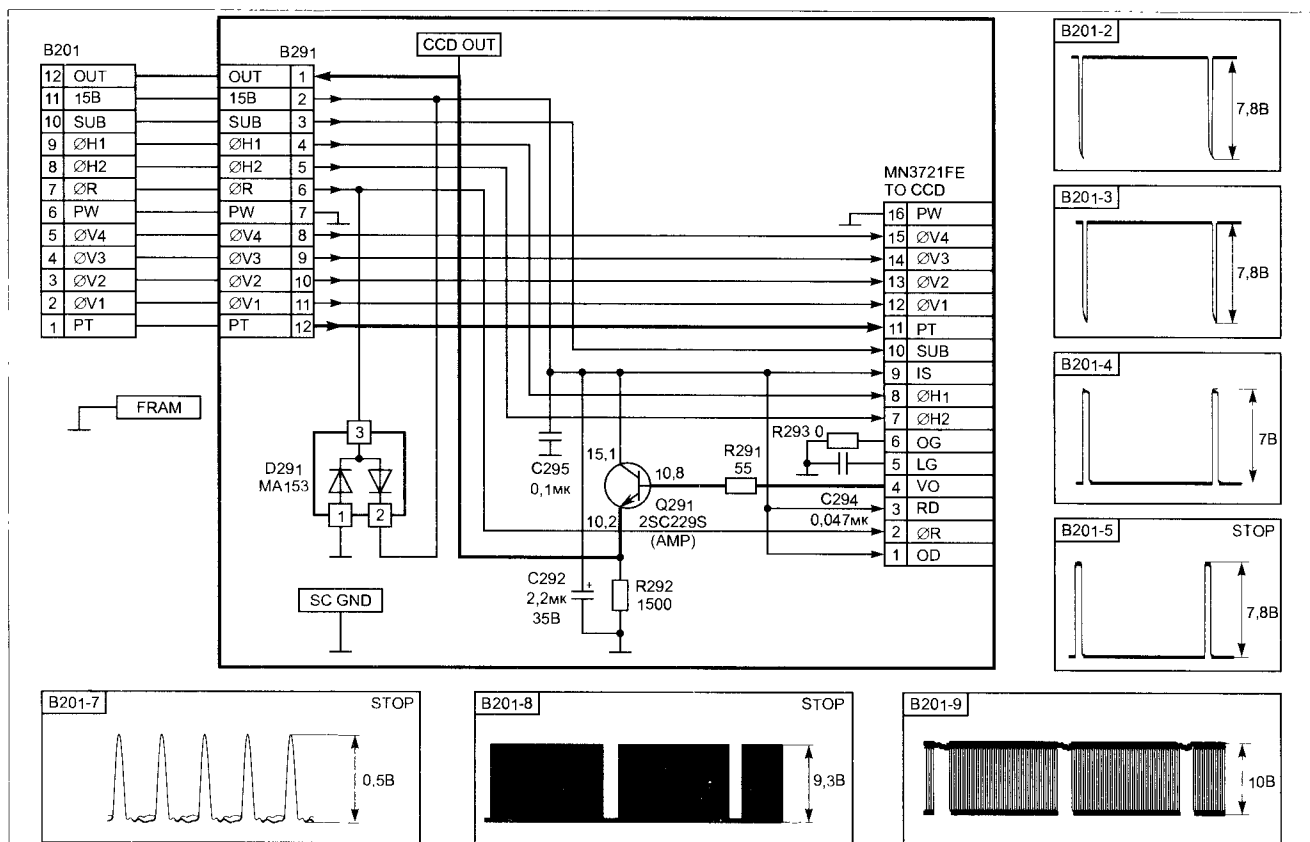
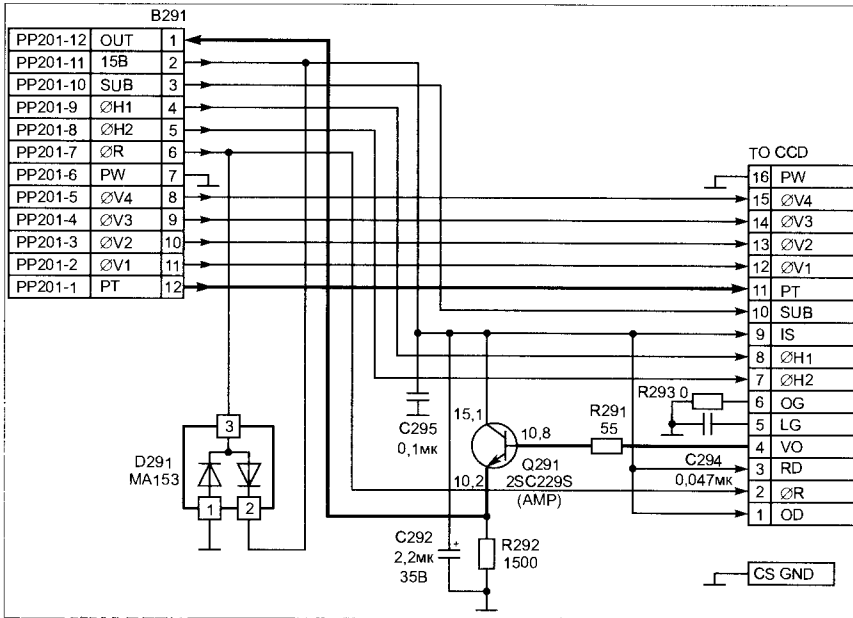

Рис. 3. Принципиальная схема узла ПЗС-матрицы видеокамер «NV-R50E/500EN»
Рис. 4. Принципиальная схема узла ПЗС-матрицы видеокамер «NV-R55E/550EN»
Прежде всего нужно отметить, что большая часть узлов и деталей объективов одинакова во всех моделях, отличия касаются в основном узлов ПЗС-матрицы (см. позиции 202, 402 на рис. 1, 2). Электрическая принципиальная схема узла ПЗС-матрицы моделей «NV-R50E/500EN/МС» типа VEK6362 приведена на рис. 3, а моделей «NV-R55E/550EN» типа VEK7556 — на рис. 4. В схемах практически нет отличий, за одним важным исключением — в блоке VEK6362 применена микросхема ПЗС-датчика с диагональю 1/4 дюйма MN3721FE, а в блоке VEK7556 — другая микросхема с диагональю 1/3 дюйма (ее тип в документе не отмечен). При необходимости возможна взаимозамена узлов ПЗС-матриц или самих микросхем, однако при этом необходимо взаимобразно заменять и элементы конструкции объектива на позициях 201/401, 203/403, 206/406 (см. рис. 1, 2). Потребность такой замены может возникнуть при механических повреждениях деталей объективов, например после падения видеокамеры. В рассмотренном ранее материале [1] по видеокамерам «NV-R10E/33E/100EN/330EN» применены узлы объективов, отличия которых от рассматриваемых здесь заключаются в следующем:
провести диагностику подобных неисправностей. Начинать проверку следует с измерения напряжений питания +15 В (шина 15V), -8 В (PT). Лучше эту операцию проводить непосредственно на выв. 9, 11 (контакты 2, 12 разъемов B201, B291) ПЗС-матрицы (рис. 3, 4). Отсутствие этих напряжений нередко свидетельствует о неисправности импульсного преобразователя напряжения, однако не исключены обрывы цепей и элементов (дроселей фильтра) в других узлах видеокамеры. При наличии питающих напряжений проверяют прохождение на выводы ПЗС-матрицы управляющих сигналов в следующих цепях: V1-V4 — импульсы переноса полей 1-4; H1, H2 — импульсы переноса строк 1, 2; R — импульсов сброса. Форма и параметры сигналов в «строчном» масштабе (H. RATE) приведены на диаграммах B201-2 — B201-5, B201-7 — B201-9 (см. рис. 3). Форма выходного сигнала в цепи OUT зависит от параметров наблюдения и характеристик снимаемого объекта. При съемке объекта типа «шка-